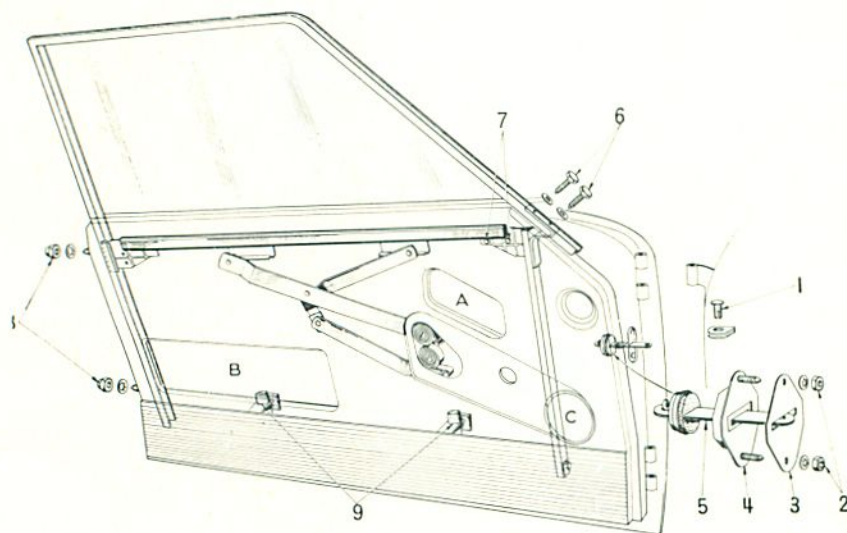

Fig. 14
porte, puis la dégager par l'ouverture (B) (fig. 14).
— Engager la commande à distance par l'ouverture (B) (fig. 14). Poser les deux vis et rondelles (7). Placer la vis inférieure au centre de la boutonnière et bloquer la vis inférieure.
DEPOSE ET POSE OU REMPLACEMENT D'UN CADRE DE VITRE DE PORTE (fig. 14)
DEPOSE ET POSE D'UNE VITRE DE PORTE (fig. 14 et 15)
REMPLACEMENT D'UN LEVE - VITRE DE PORTE (fig. 14)
— Repousser le mécanisme d'abord à l'intérieur de la porte de façon à dégager l'axe de la manivelle, déplacer ensuite le mécanisme de lève-vitre latéralement vers l'arrière de la porte jusqu'à dégager les deux bras de la chaussée. Sortir le lève-vitre par l'orifice (B) (fig. 14).
— Engager le lève-vitre à l'intérieur de la porte par l'ouverture (B) (fig. 14), engager les bras du mécanisme dans
— A l'intérieur de la porte, par l'ouverture (C) (fig. 14) déconnecter les fiches d'alimentation du feu d'accouoir de porte et de rappel de clignotant (3 fiches). Dégager le faisceau de la porte avec son passe-fil.
— Desserrer les deux branches de l'axe du tirant de porte. Avant de déposer l'axe, refermer légèrement la porte afin de dégager le tirant de son arrêt (pince). Dégager l'axe, puis le tirant par l'ouverture (A) (fig. 14).
— Le mécanisme de lève-vitre ayant été déposé auparavant, le dégager de la porte par l'ouverture (B) (fig. 14).
— Déposer les deux vis fixant la commande à distance, dégager celle-ci par l'ouverture (B) (fig. 14).
— Resserrer les deux branches de l'axe du tirant de porte, déposer l'axe et dégager le tirant par l'ouverture (A) (fig. 14).
— Introduire le mécanisme de lève-vitre à l'intérieur de la porte par l'ouverture (B) (fig. 14).